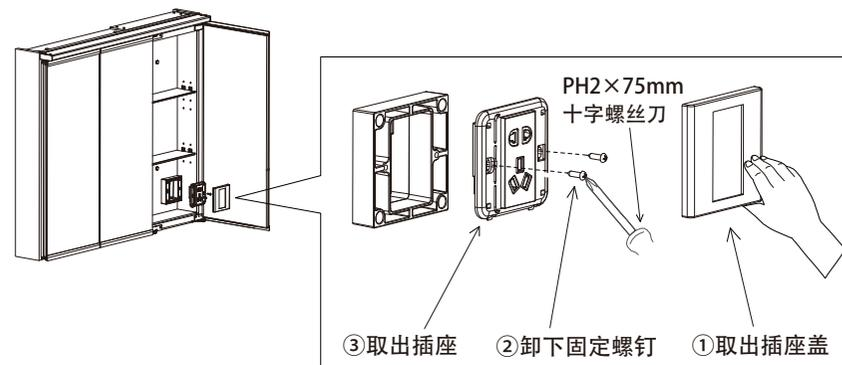

图4
如图4所示, 将化妆镜放置于安装位置下方, 然后将化妆镜内右下角的插座盖、固定螺钉、插座, 按图示①②③顺序依次取出。